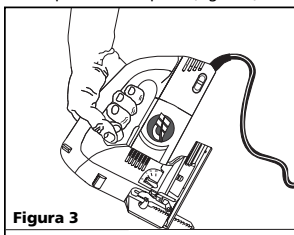

Figura 3
2. Inclina la herramienta hacia adelante sobre el borde delantero de la base con la hoja ubicada apenas encima de la superficie de la pieza (Figura 3).